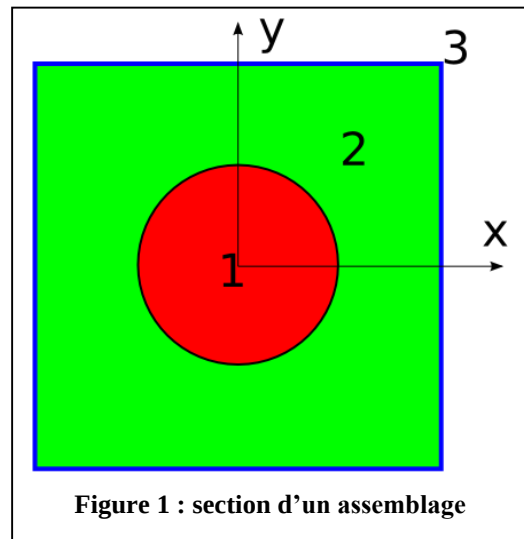

Figure 1 : section d'un assemblage
7. Modifier en conséquence la fonction **lecture_probleme.m**. Les régions du système sont décrites par la figure 1.
8. En vous aidant de la figure 1, définir la pertinence de chacun des paramètres pour toutes les régions, implémenter la formulation faible tenant compte des conditions de type Neumann, en complétant le module **integrales.m**.